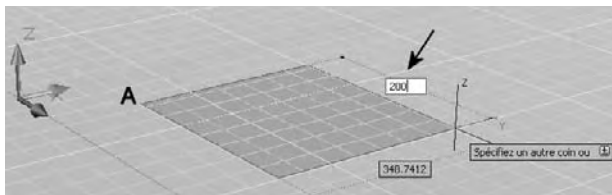

Fig.3.4
- 7 Entrez la longueur en tapant la dimension. Exemple : 200 (fig.3.4).